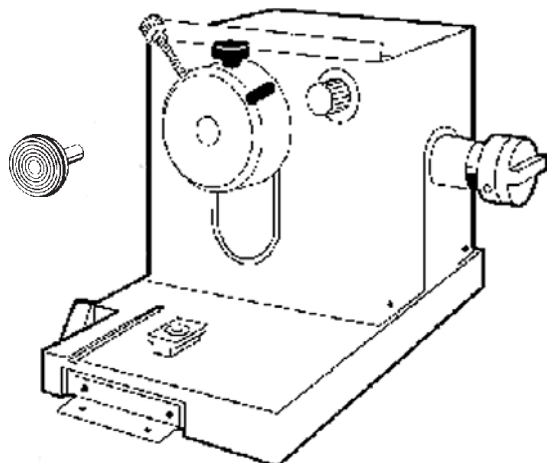

Fig. 18
- Ative o elemento Peltier (4), se estiver disponível - podem transcorrer até 40 segundos até que a emissão de refrigeração máxima esteja disponível.
- Quando a amostra estiver congelada, insira o disco de amostra no cabeçote de amostra (Fig. 18) e inicie o corte.
- Fixe o suporte (1) do extrator de calor (2) apertando os dois parafusos nos orifícios roscados da parede esquerda da câmara criostática e insira o extrator de calor.
- Quando a amostra estiver congelada, coloque o extrator de calor na estação de parada (3).